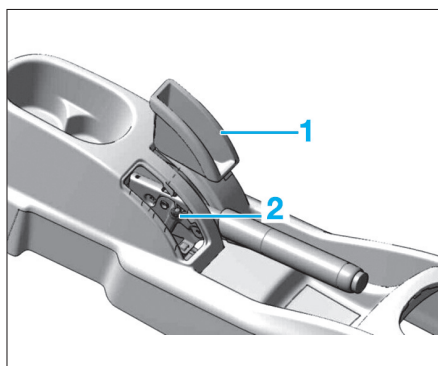

Fig. 19
- Déposer le cache (1) (Fig.19).
- Déposer l'écrou (2).